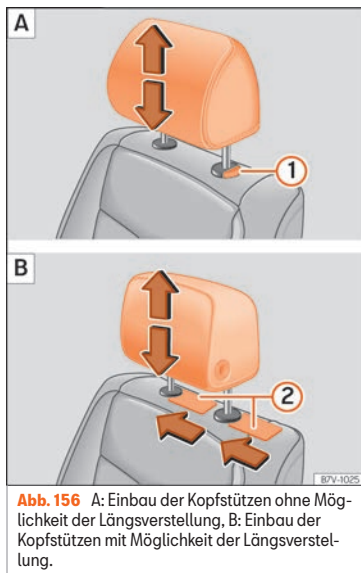

Abb. 156 A: Einbau der Kopfstützen ohne Möglichkeit der Längsverstellung, B: Einbau der Kopfstützen mit Möglichkeit der Längsverstellung.
- Bei vollständig eingedrücktem Knopf die Kopfstütze entnehmen »» **Abb. 156** ① A.